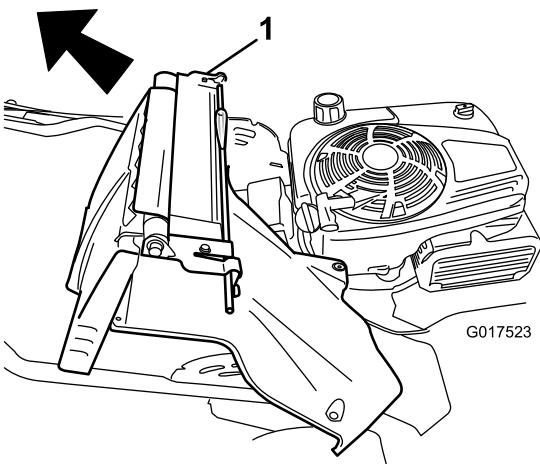

Figure 36
- Déposez l'ensemble déflecteur arrière et levier de blocage du guidon (Figure 36).